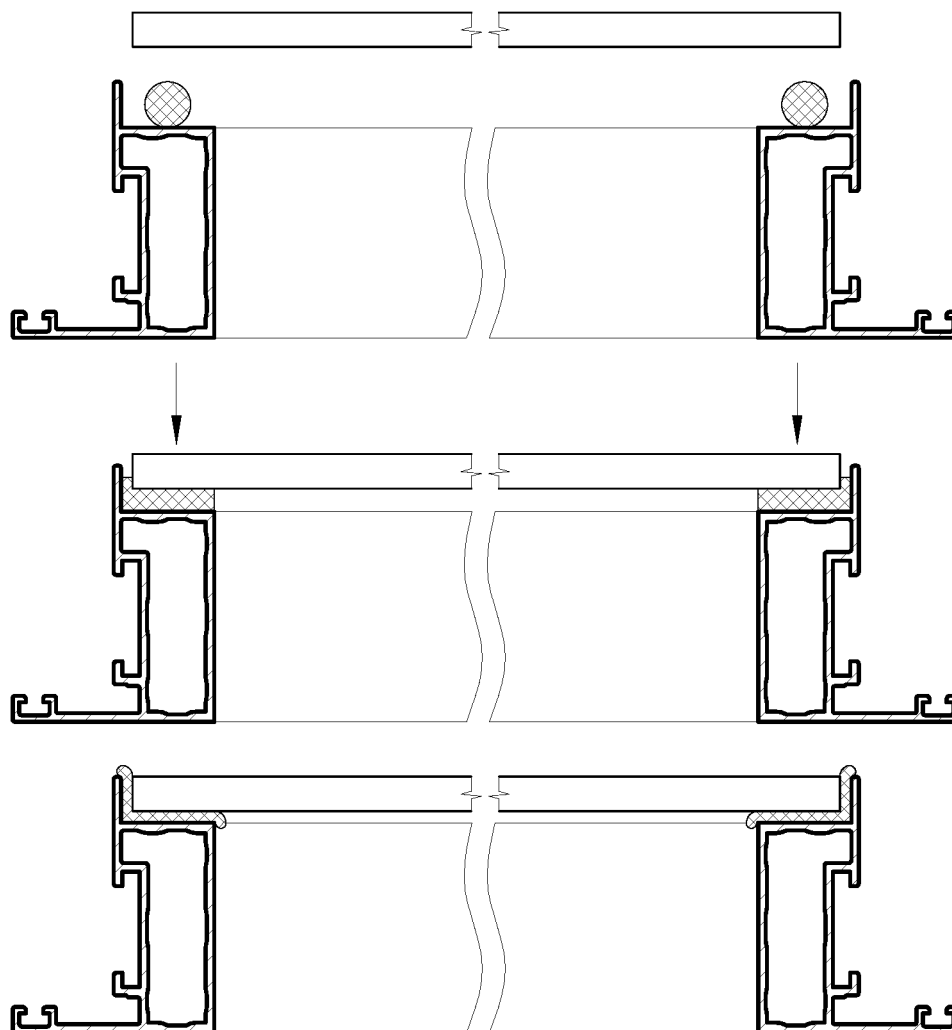

Рис.2
2. Перед установкой стекла края , которые будут контактировать с герметиком , необходимо обезжирить. Стекло вложить в паз створки . Прижимая стекло сверху , расплющить герметик , контролируя процесс на просвет через стекло . (Рис.2).